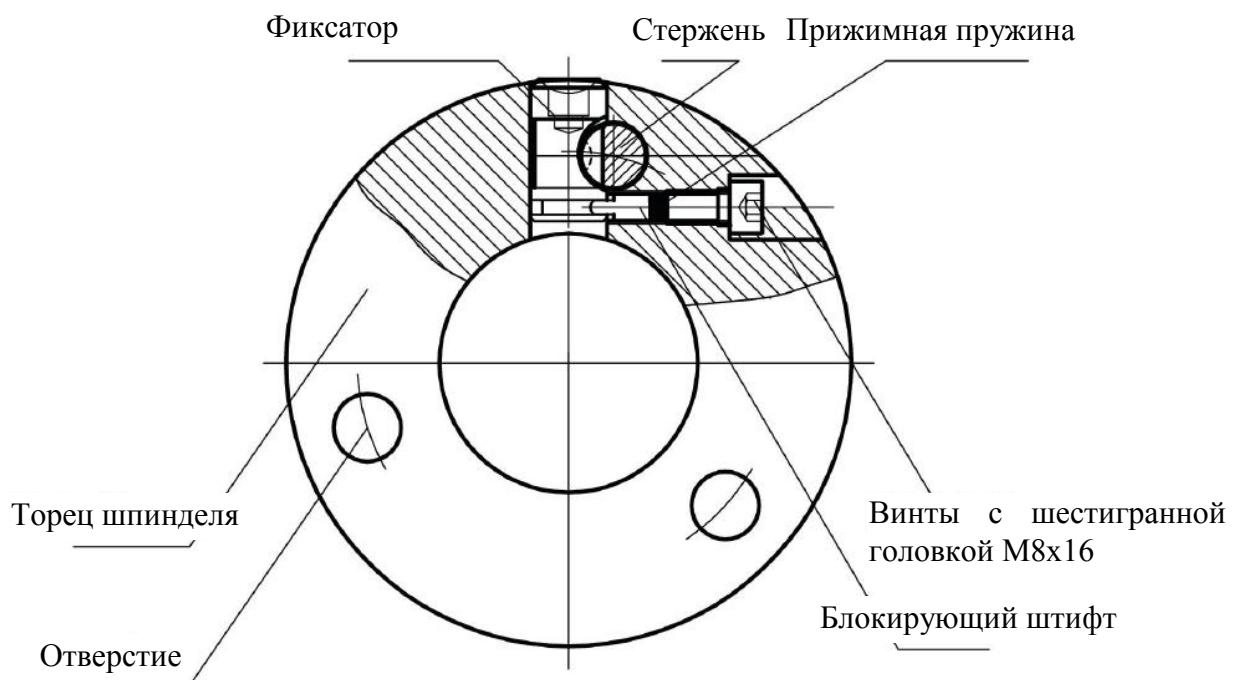

Рис. 11 Конструкция блокировки патрона или торцевой пластины
- 4) Монтаж или снятие патрона и торцевой пластины (см. рис. 11): патрон присоединен к шпинделю посредством кулачка и штифтов. При монтаже вставьте три штифта патрона в три отверстия торца шпинделя, затем поверните три кулачка посредством квадратного ключа. При вращении кулачков по часовой стрелке патрон блокируется. При вращении кулачков против часовой стрелки патрон можно снять.